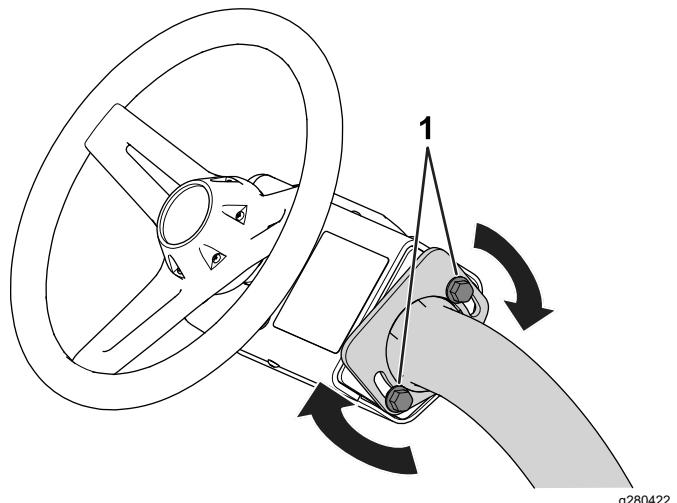

Figura 29
- Afloje los pernos (Figura 29) que sujetan el conjunto del volante al brazo de dirección.
3. Apriete los pernos (Figura 29) para fijar el volante en la posición deseada.